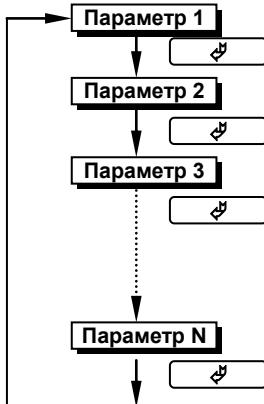

Рисунок 4.5 - Диаграмма выбора параметров на каждом уровне
- Для выбора параметров на каждом уровне необходимо нажать клавишу [Ф] (рисунок 4.5). При каждом нажатии клавиши [Ф] происходит переход к следующему параметру.